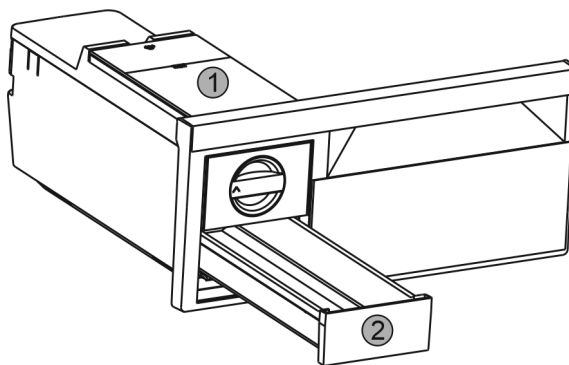

Fig. 41
- Rimuovere il serbatoio dell'acqua Fig. 41 (1) e il cassetto dei cubetti di ghiaccio Fig. 41 (2).